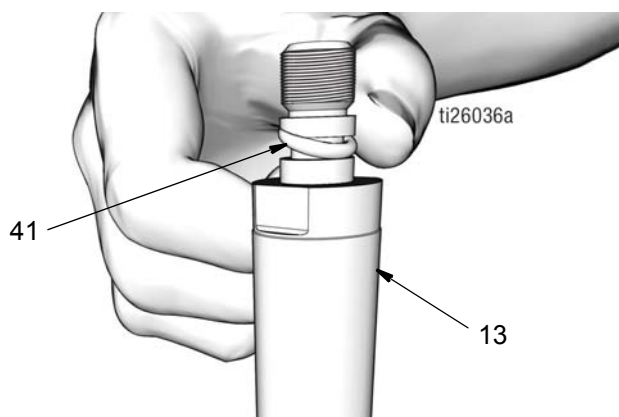

FIG. 47
- a. Limpie el vástago del pistón (13) y el pistón (6) con un paño limpio para eliminar cualquier resto de suciedad o contaminantes. Inspeccione las superficies en busca de arañazos o daños. Reemplace las piezas dañadas.
- b. Aplique una capa fina de grasa en la junta tórica (41). Coloque la junta tórica sobre las ranuras del vástago del pistón (13) (FIG. 47).